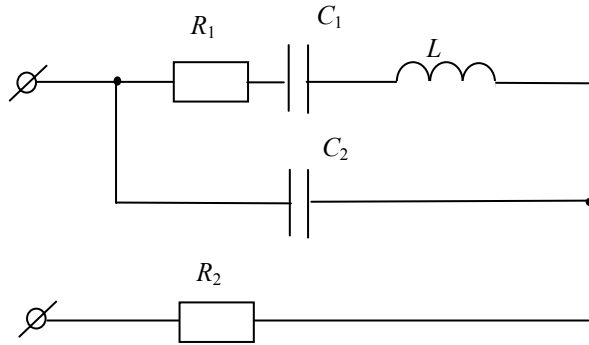

Рис. 2.18
2.2.3. Рассчитать комплексное входное сопротивление цепи (рис. 2.18) на частотах  $f_1 = 39,8$  кГц;  $f_2 = 79,6$  кГц;  $f_3 = 159$  кГц. Параметры элементов цепи:  $R_1 = R_2 = 1$  кОм;  $C_1 = C_2 = 0,5$  нФ;  $\alpha = 10$  мГн.